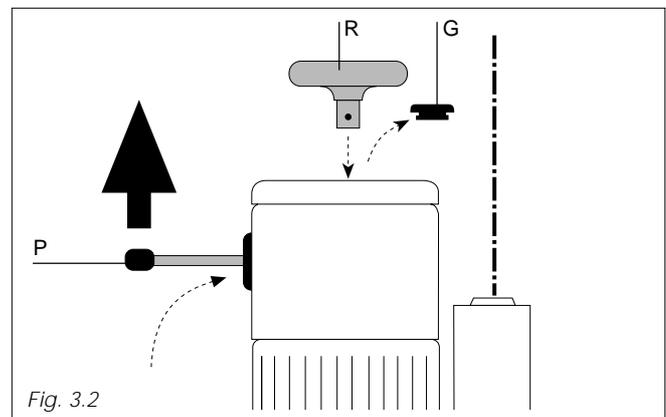

Fig. 3.2
- b) Far uscire la leva del freno (P) dal suo alloggiamento ed inserirla attraverso la fessura della calotta sulla testa del freno (Fig. 3.2).
- e) Nel caso in cui la piattaforma non scenda da sola, dare l'impulso iniziale con il volantino (R) che va inserito sopra la calotta del motore dopo aver rimosso il cappuccio in gomma (G).
- f) La piattaforma smette di scendere se si rilascia la leva del freno (P).
- g) Una volta al suolo, sfilare la levetta (P) ed il volantino (R) e rimetterli nei loro rispettivi alloggi. Rimettere il cappuccio (G).